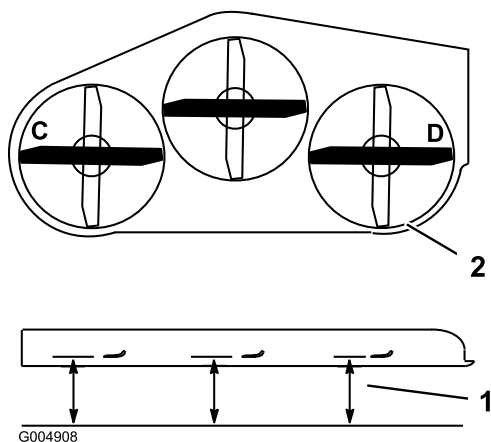

Figura 78
2. Coloque las cuchillas en posición lateral. Mida en las posiciones C y D desde una superficie nivelada hasta el filo de corte de los extremos de la cuchilla (Figura 78).